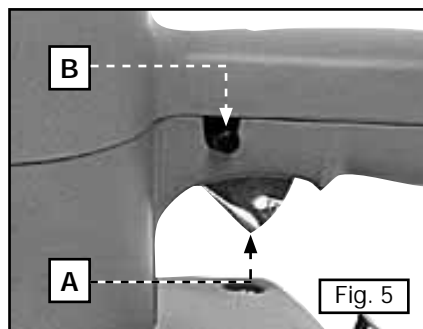

Fig. 5
Cette ponceuse est pourvue d'un interrupteur à gâchette (A) Fig. 5. Un bouton de blocage de l'interrupteur (B) Fig. 5, est situé sur le côté gauche de la poignée. On met le moteur en marche en appuyant sur la gâchette. On l'arrête en relâchant la gâchette. Commencez le moteur par diminuer le déclenchement. Arrêtez le moteur en libérant le déclenchement. Pour continuer le moteur exécuter sans tenir votre doigt sur le déclenchement, diminuez le déclenchement, enfoncez sur le bouton de verrouillage et libérez le déclenchement. Pour relâcher le bouton de blocage, appuyez sur la gâchette et relâchez.